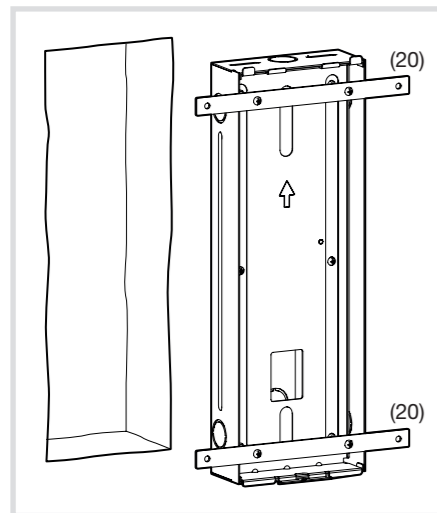

Bild 15: Einbaueinheit UP mit Putzanschlägen (20) Putzanschläge
- Einbaugehäuse UP lagerichtig mit Pfeil ↑ nach oben in den Wandausschnitt einsetzen, mit der Wasserwaage ausrichten. Bei Bedarf die Befestigungslöcher der Putzanschlüsse anzeichnen und bohren (Bild 15).